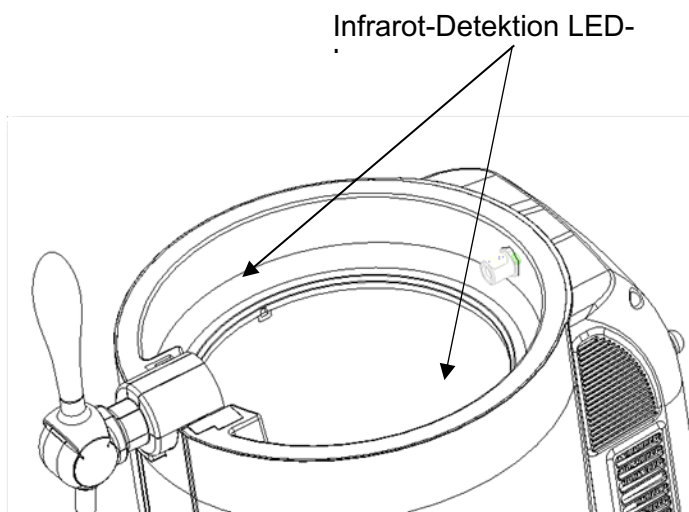

Abbildung 3
4. Prüfen Sie, ob die Infrarot-Erkennungs-LED (wie in Abbildung 3 dargestellt), die sich links und rechts oben an der Innenseite des Kühlfasses des Geräts befindet, verschmutzt oder beschädigt ist. Wenn das Bierfass nicht in das Kühlfass eingesetzt oder herausgenommen wird, kann das Gerät nicht normal arbeiten, und auf dem Anzeigefeld wird der Code "OP" angezeigt.